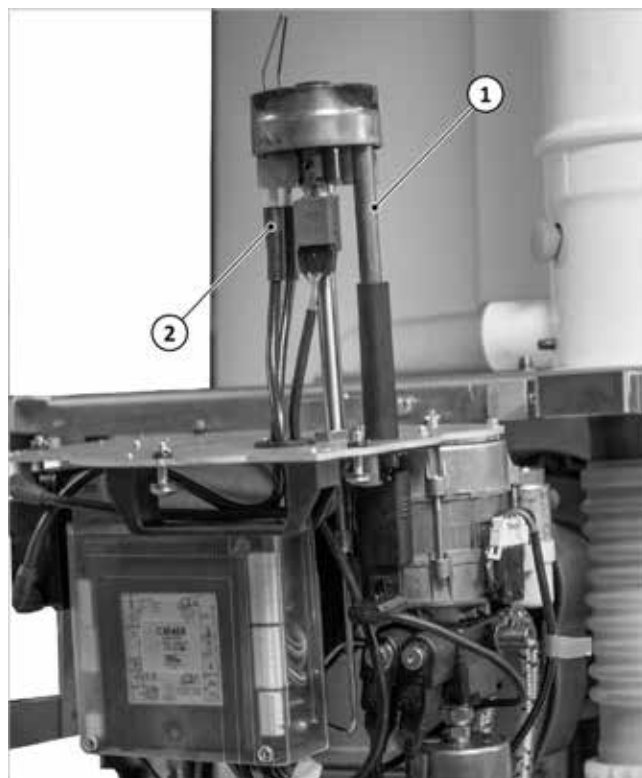

Fig. 116 : fixation du brûleur sur la console
1. Retirez le manchon, voir → fig. 116 (1).